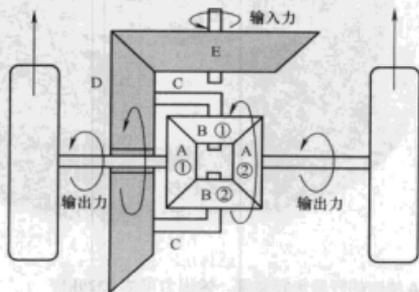

图1 汽车的差动齿轮（直行）
照片①是汽车的差动齿轮装置。如图 1 所示，太阳轮 A 是①和②。行星齿轮是 B。行星架 C 和锥齿轮 D 是一体的。因此，从主动轴传出的驱动力，通过锥齿轮 E，向 D 传递。